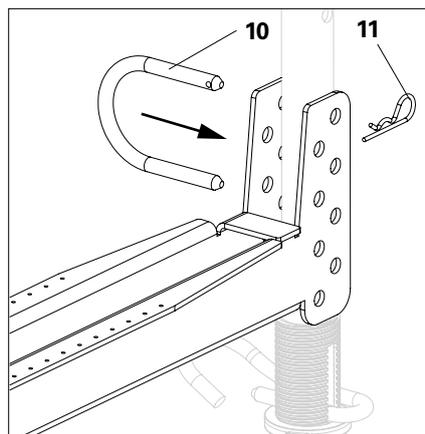

Fig. A1.18
4. Coloque la viga de larguero PD 5 a la longitud requerida y asegúrela usando el pasador doble de la viga de larguero (10) y la grupilla de seguridad 4/1 (11) en ambos lados. (Fig. A1.18)